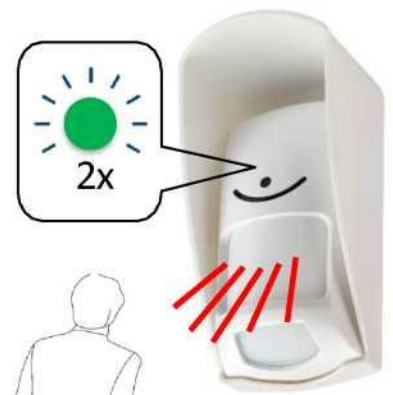

Abb.6
- Aktivieren Sie innerhalb von 10 Sekunden zweimal den PIR-Sensor. Abb.6